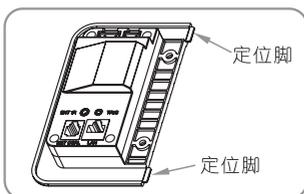
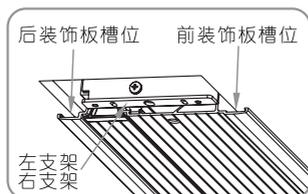
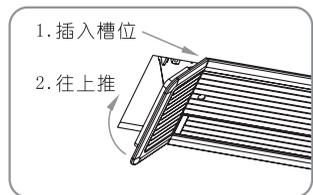

图23
图24
图25
11. 安装左右装饰盖，把装饰盖的定位脚(图23)斜向插入银幕左右侧前装饰板和后装饰板的槽内(图24)，轻轻用力向上推(图25)，用附件的M4x10机丝把装饰盖固定在支架上，并塞上螺丝装饰盖，见图26-27。